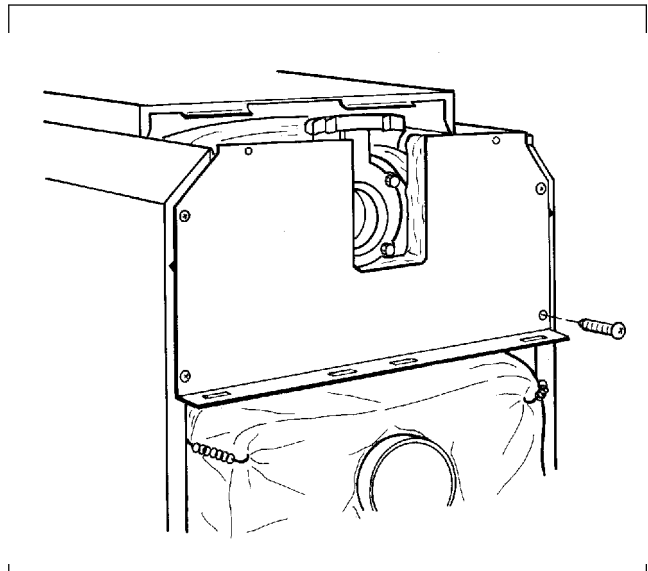

Abb. 42
- Obere Kesselrückwand unter die hintere Kesselhaube schieben und von hinten mit vier Blechschrauben an den Seitenwänden anschrauben (Abb. 42).